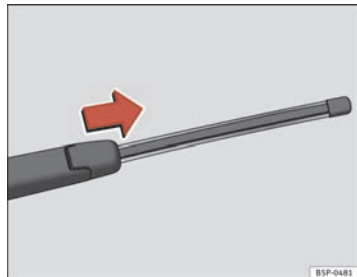

Fig. 185 Extraer la escobilla del limpiaventana
- Separe el brazo del limpiaventana de la luneta ⇒ fig. 185
- Deslice el adaptador de la escobilla en la dirección de la flecha y retire la escobilla ⇒ fig. 185.